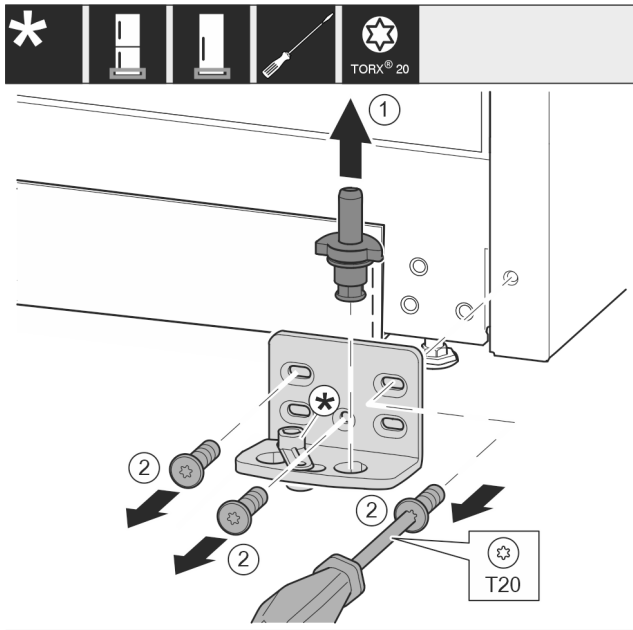

Fig. 39 *
- Retirer entièrement l'axe de palier Fig. 39 (1) par le haut.*
- Desserrer les vis Fig. 39 (2) avec un tournevis et retirer le support de palier.*